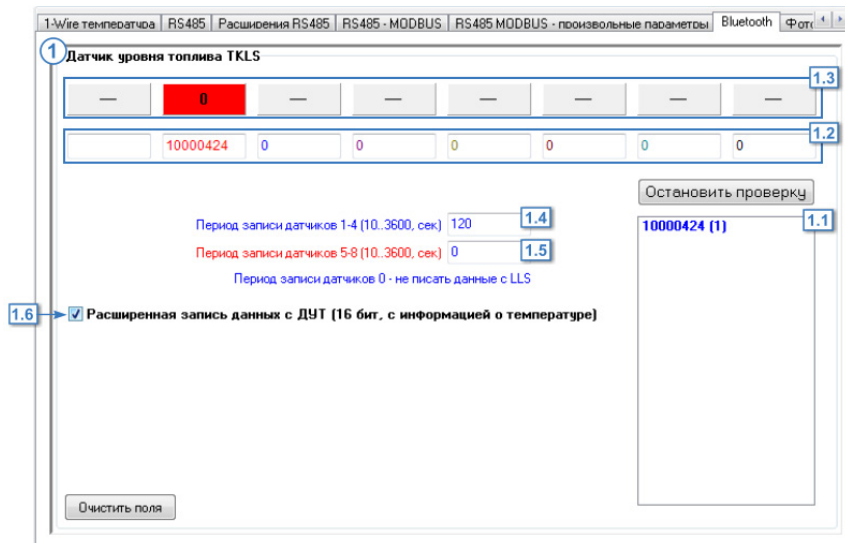

Рис.38. Вкладка «Bluetooth».
- на вкладке нажать кнопку «Начать проверку». Устройство начнет поиск датчиков TKLS. Серийные номера и адрес найденных датчиков появятся в списке 1.1 (Рис.38);
- используя левую кнопку мыши, перетащить серийные номера датчиков из списка найденных в ячейки соответствующих датчиков (Рис.38, п. 1.2). Ячейки с адресами приведены по порядку – сперва Датчика 1, затем Датчик 2 и т. д. Всего может быть настроено до 8 датчиков уровня топлива. Показания датчика, адрес которого задан в ячейке Датчика 1, будут записываться как записи LLS1 в приборе «АвтоГРАФ».
- проверить корректность установки адресов, повторно запустив проверку. Показания датчиков, адреса которых прописаны в конфигураторе, появятся в программе. Цвет ячейки с показаниями меняется в зависимости от состояния опроса (Рис.38, п. 1.3):
- в поле «Период записи датчиков 1-4» (Рис.38, п. 1.4) задать период записи показаний с датчиков 1-4 в память прибора. Минимальный период – 10 секунд, максимальный период – 3600 секунд, 0 не писать данные. Данная настройка дублируется на вкладке «RS-485».
- в поле «Период записи датчиков 5-8» (Рис.38, п. 1.5) задать период записи показаний с датчиков 1-4 в память прибора. Минимальный период – 10 секунд, максимальный период – 3600 секунд, 0 не писать данные. Данная настройка дублируется на вкладке «RS-485».
- если вместе с показаниями датчика прибор «АвтоГРАФ» считывает с датчика и показания температуры, то включить опцию «Расширенная запись данных с ДУТ» (Рис.38, п. 1.6). Разрядность данных в этом случае увеличится до 16 бит.